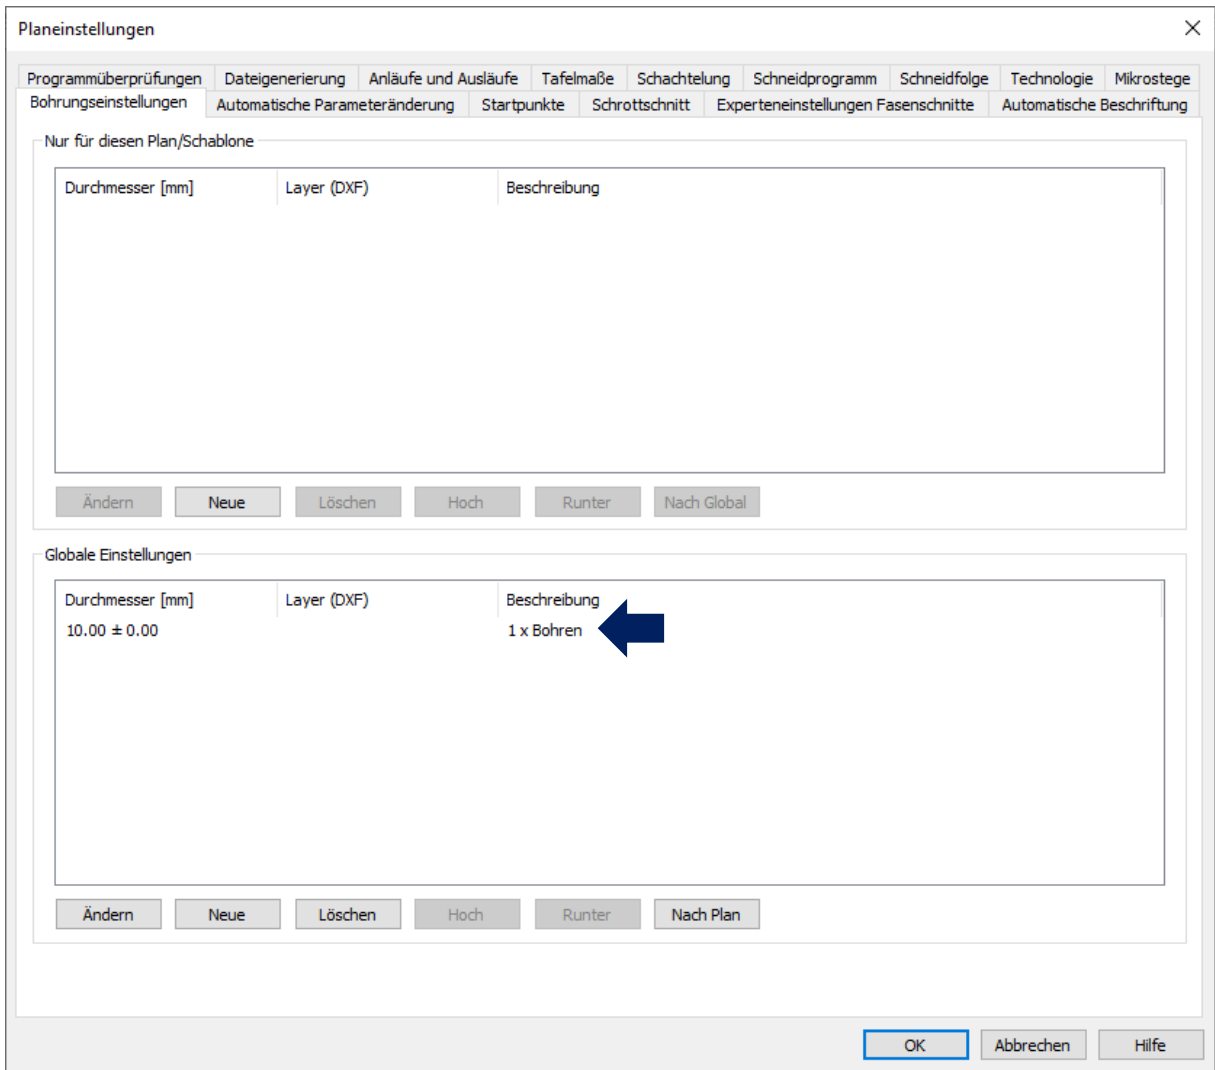

Abbildung 8
4. Optional: Sollten Sie im Asper unter der Einstellung „Bohrungseinstellungen“ globale Regeln festgelegt haben, werden diese nicht in der Schablone, sondern in der Datei „glcircletrans.CTA“ gespeichert. Diese Datei kann ebenfalls kopiert werden und auf den anderen Rechnern eingefügt und überschrieben werden. Sollten mehrere Anlagen mit einem Bohrwerk in Asper hinterlegt worden sein, werden entsprechend einzelne „glcircletrans.CTA“ Dateien mit der Anlagenummer hinterlegt. (Siehe Abbildung 8 und 9)